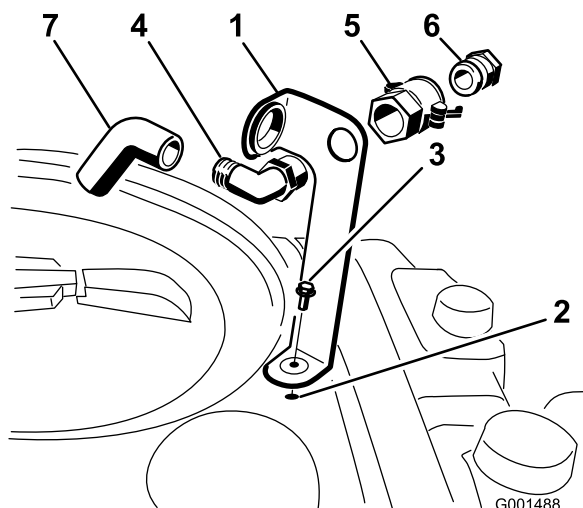

Bild 3
mit einem Bundbolzen (5/16" x 3/4"), wie in Bild 3 abgebildet.
- Stecken Sie das Gewinde des 90-Grad-Krümmer durch die Halterung und schrauben Sie die Schnellkupplung auf. Befestigen Sie sie an der Halterung (Bild 3).
3. Montieren Sie den Schlauchadapter auf die Schnellkupplung (Bild 3).
4. Drehen Sie die Hebel zum Adapter, um ihn zu arretieren. Befestigen Sie ihn dann mit den Splinten (Bild 3).
5. Stecken Sie den Rücklaufschlauch durch die große Öffnung in der Halterung und auf das Krümmerende des 90-Grad-Winkelanschlusses (Bild 3).